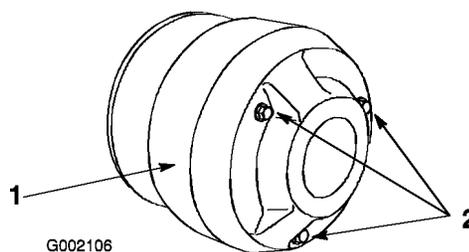

Figura 46
- Retire os 3 parafusos que fixam a tampa à embraiagem e retire a tampa (Figura 46).